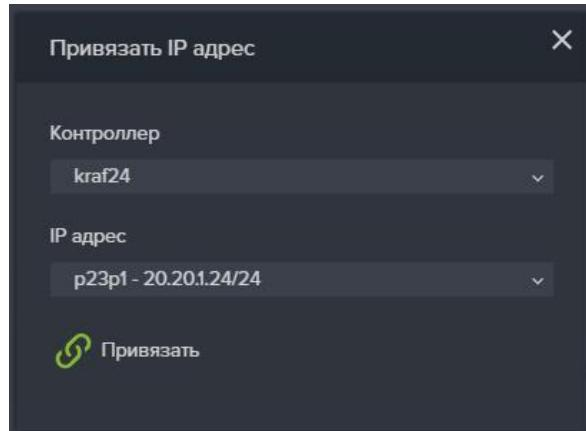

Рисунок 52. Окно привязки IP адресов к службам
- Нажмите «Привязать IP адреса», откроется одноименное окно (см. Рисунок 52);